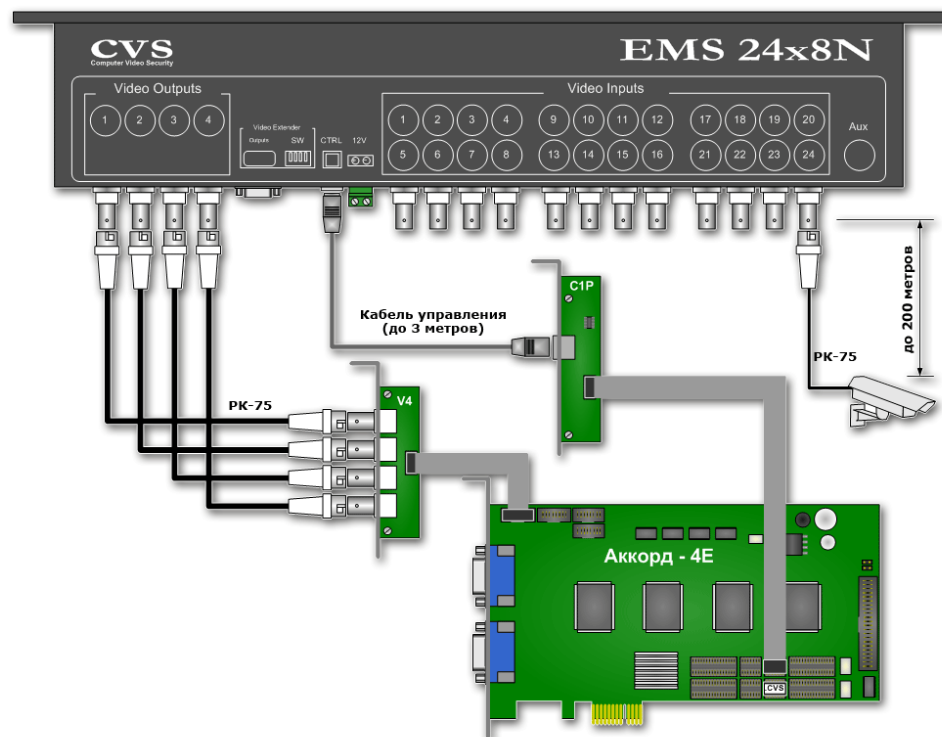

Рисунок 1. Схема подключения оборудования.
2. Установите плату ввода изображений **Аккорд-4Е** в слот PCI Express x1. В соседние слоты установите планки **CVS-C1P** и **CVS-V4** (Рис. 1).
3. Соедините разъем **Ctrl** блока **EMS** с портом управления **Ctrl** на планке **CVS-C1P** прилагаемым кабелем управления (Рис. 1).
4. Соедините кабелем с BNC разъемами выходы **Out 1 . . . Out 4** блока **EMS** и соответствующие разъемы планки **CVS-V4** (Рис. 1).
6. Если подключенная камера удалена от компьютера на расстояние свыше 100 м, необходимо включить автоматическую коррекцию (+6 дБ), замкнув соответствующую перемычку (**J2** — вход 1, **J4** — вход 2, **J6** — вход 3, **J8** — вход 4, см. Рис. 1) на внутренней плате **VN4** коммутатора **EMS** (для доступа к перемычкам необходимо снять крышку **EMS**).
9. В плату установлен ключ защиты **CVS-CHIP** (Рис. 1). Для получения лицензионного файла необходимо на электронную почту **cvsnt@cvsnt.ru** отправить письмо, указав в теме и в теле письма серийный номер платы. В ответ на посланное письмо придет письмо с лицензионным файлом